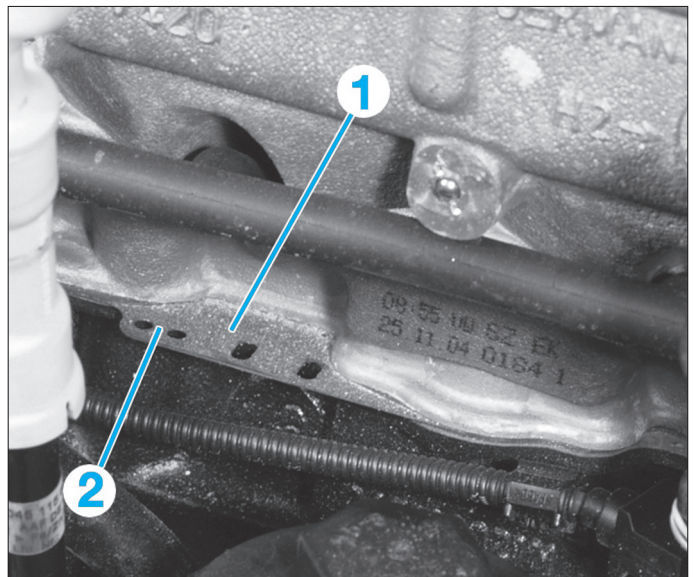

Fig. 1
Joint en matériau synthétique avec sertissages métalliques autour des cylindres. Sens de montage : languette, comportant l'inscription « TOP », la référence du joint (1) et le repère d'épaisseur (2), dirigée vers le haut et côté opposé aux collecteurs (Fig.1).